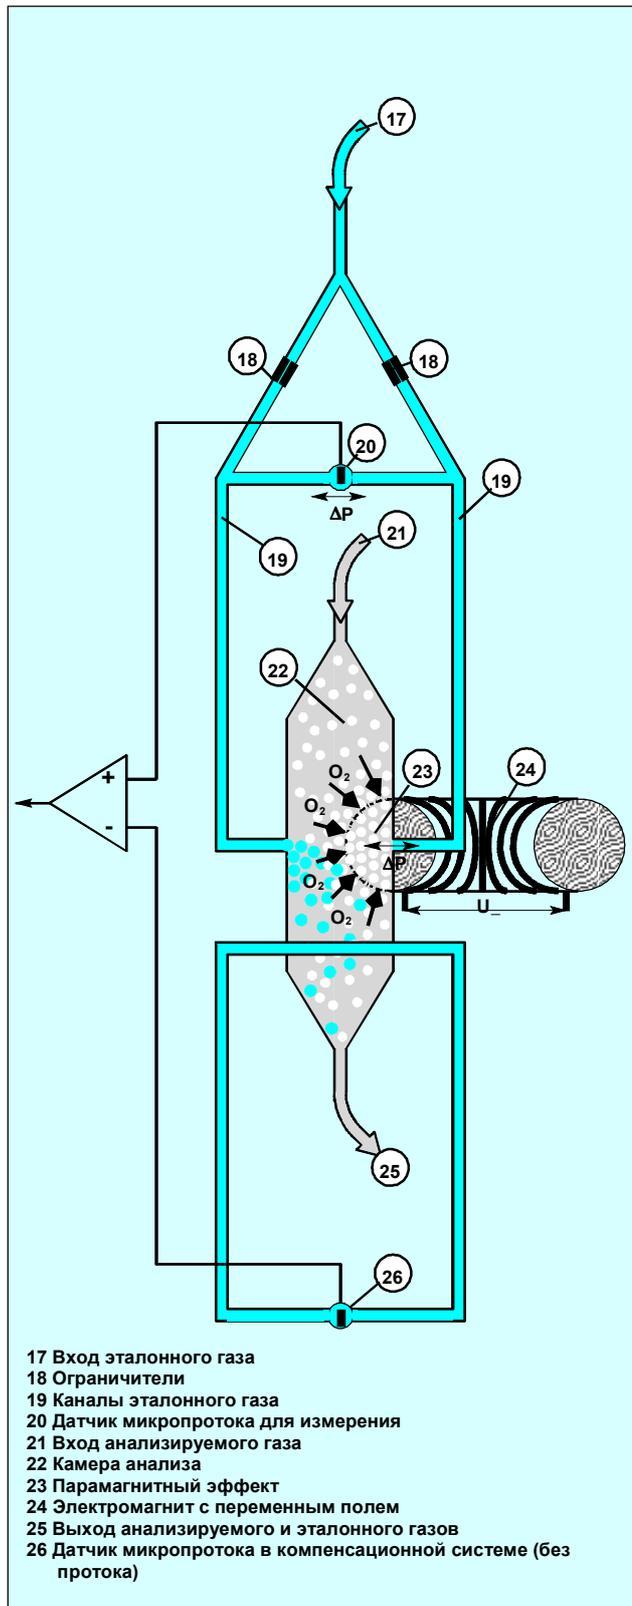

Рис. 3-4 Принцип работы
Рис. 3-4 канал ОХУМАТ: Один из газов (17) является эталонным (N_2 , O_2 или воздух), другой (21) - это анализируемый газ. Эталонный газ подается в камеру анализа (22) по двум каналам (19). Один из этих потоков эталонного газа встречается с анализируемым газом внутри зоны магнитного поля (23). Так как два канала соединены, то давление, пропорциональное концентрации кислорода, приводит к появлению протока. Датчиком микропротока (20) этот проток преобразуется в электрический сигнал.